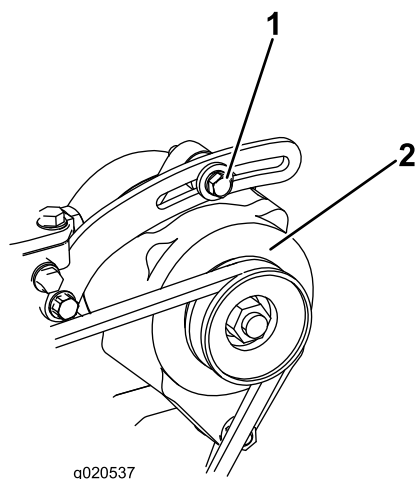

図 91
1. たわみが 10 mm でない場合には、オルタネータ取り付けボルトをゆるめる 図 91。